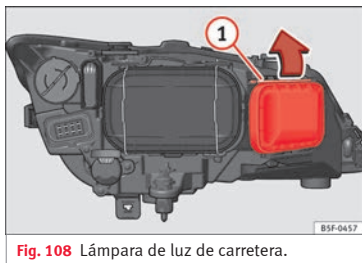

Fig. 108 Lámpara de luz de carretera.
- Desplace el tirante » **fig. 108 ①** en el sentido de la flecha y saque la tapa.